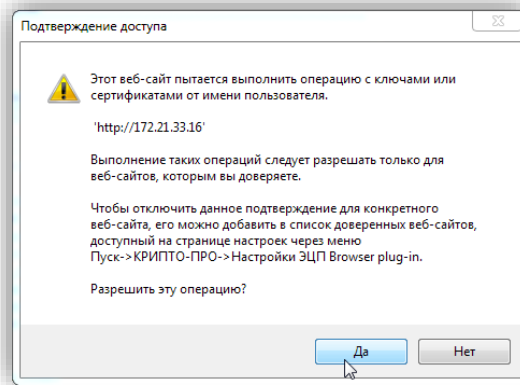

Рисунок 79 – Подтверждение доступа
3) При появлении диалогового окна «Подтверждение подписи» нажмите кнопку «Да» (рис. 79).